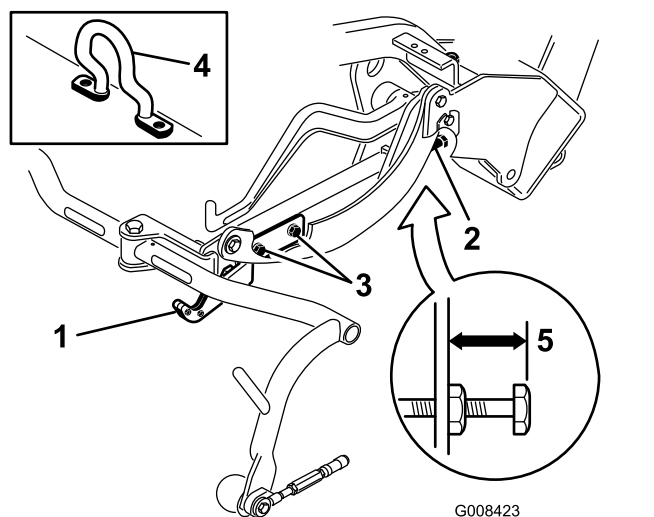
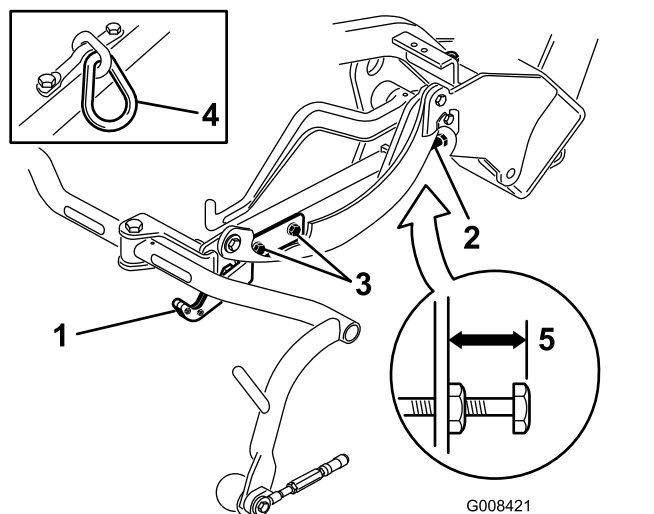
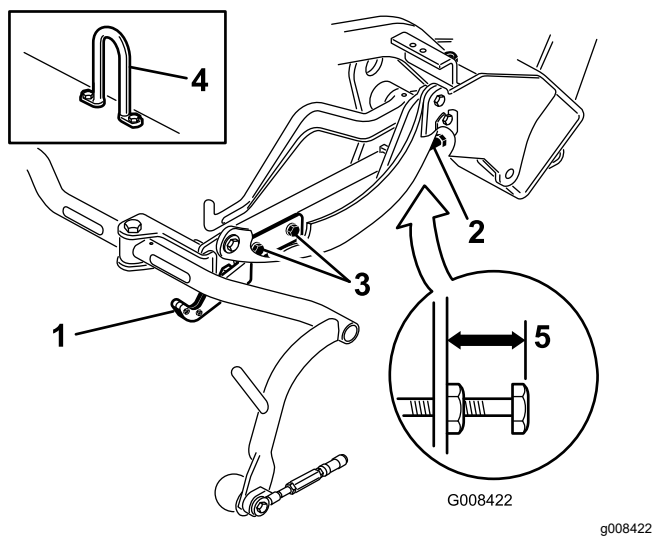

Figura 10
Figura 11
Figura 12
3. Sugli apparati di taglio dotati di un gancio di sollevamento sfalsato (riquadri Figura 11 e Figura 12), verificate che la distanza dalla parte superiore della vite di regolazione del telaio portante alla parte posteriore del telaio portante sia pari a 22 mm. Se la distanza non è di 22 mm, passate al punto 4. Se l'elemento di taglio è dotato di gancio di sollevamento sfalsato (Figura 10), passate al prossimo punto.
Controllate l'altezza di trasferimento (Figura 11 e Figura 12) e regolatela se necessario.
2. Sugli apparati di taglio dotati di un gancio di sollevamento sfalsato (riquadro Figura 10), verificate che la distanza dalla parte superiore della vite di regolazione del telaio portante alla parte posteriore del telaio portante sia pari a 25 mm. Se la distanza non è di 25 mm, passate al punto 4.
4. Allentate le viti di montaggio della piastra di trasferimento (Figura 11, Figura 12 e Figura 10).
7. Se i telai portanti non si trovano alla stessa altezza, allentate il controdado della vite di regolazione del telaio portante (Figura 10, Figura 11 e Figura 12). Ruotate la vite, svitandola per sollevare il telaio e avvitandola per abbassarlo. Serrate il controdado una volta raggiunta l'altezza corretta.